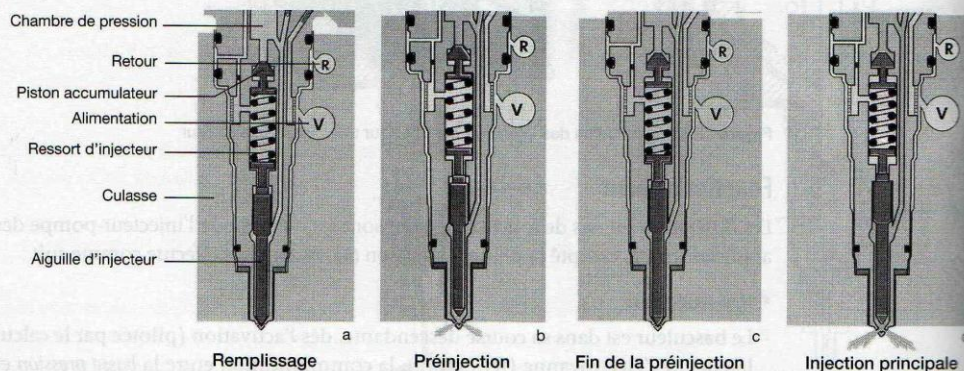

Figure 79.5. Principe de fonctionnement d'un injecteur-pompe Bosch avec un dispositif de pré-injection (Doc. VAG)
- Le basculeur est dans sa course descendante, dès l'activation (pilotée par le calculateur) de l'électrovanne (fermeture), la communication entre la *basse pression* et la *haute pression* est interrompue (**fig. 79.5**).